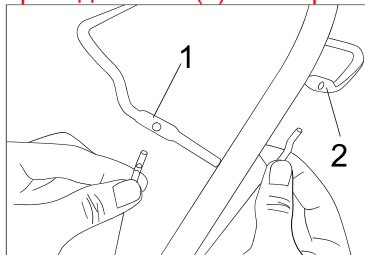

Рис.4
3. Вставьте трос включения привода шнека (1) и трос контроля привода колес (2) в отверстия, расположенные в рукоятке (Рис.4).